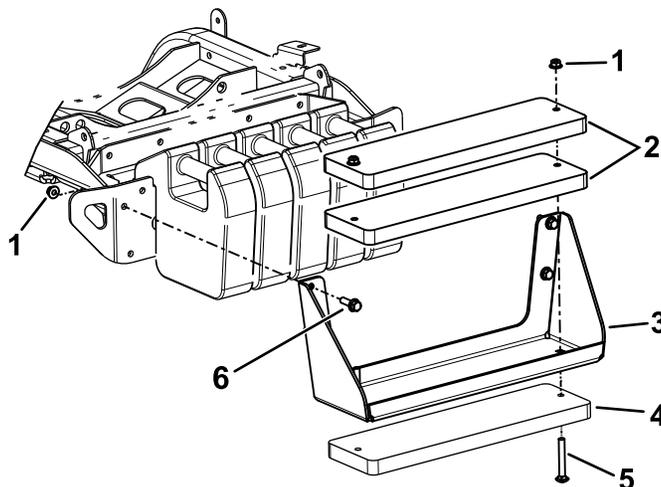

図 22
注 これらの手順については 図 22を参照。
- A. ボルト $\frac{3}{8}$ " x 4"とナット $\frac{3}{8}$ "を使用してブラケットにウェイト3個を取り付ける 図 22。
- B. 六角ボルトとナットキット付属品を使ってウェイトブラケットをマシンに取り付ける 図 22。
- A. マシンからウェイトブラケットを外す 図 22。
- C. ボルト $\frac{3}{8}$ " x 4"とナット $\frac{3}{8}$ "を使用してブラケットにウェイト3個を取り付ける 図 22。
- D. 先ほど外した金具を使って、ウェイトブラケットをマシンに固定する 図 22。